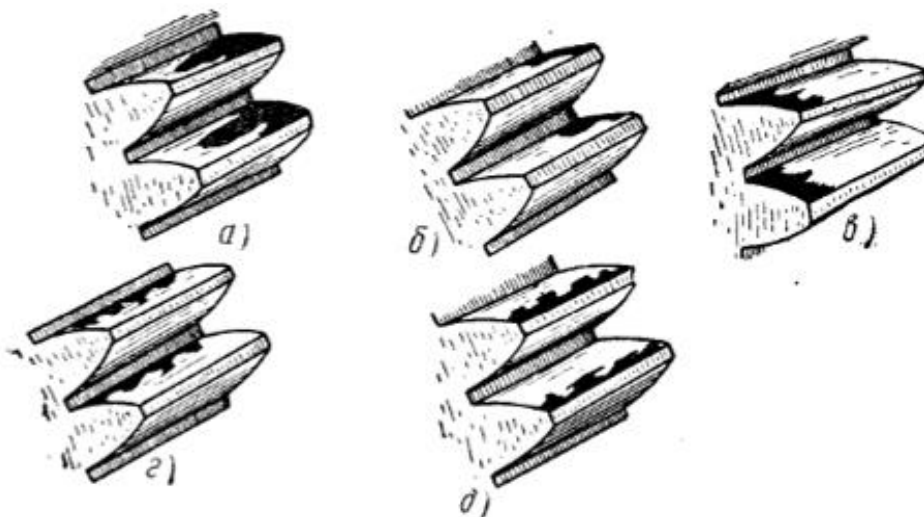

Рисунок 7 – Характер пятен касания на зубьях после обкатки
1. Внимательно рассмотреть рисунок 7 (характер пятен касания на зубьях после обкатки)